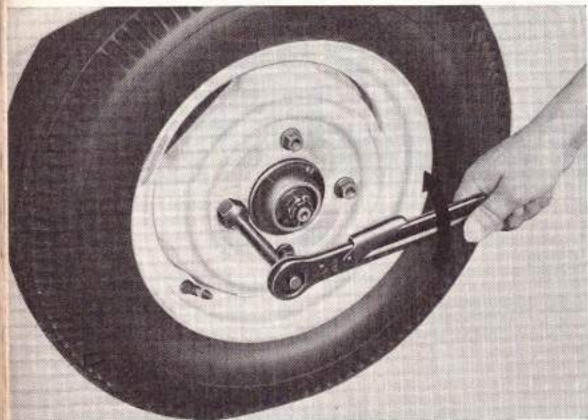

Abb. 56
■ Mit Steckschlüssel und Wagenheberschlüssel die Radmuttern vorerst nur lösen (Abb. 56). Beachten Sie, daß der Steckeseinsatz im Wagenheberschlüssel nur nach einer Seite gesperrt ist. Sie müssen den Schlüssel mit der entsprechenden Seite aufstecken, und zwar: